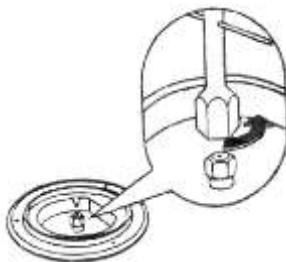

Рис. 5. Замена сопла горелки верхнего стола с помощью ключа 7 мм.
- Используя торцевой трубчатый ключ размером 7 мм заменить сопла согласно Табл. 1 (Рис. 5).